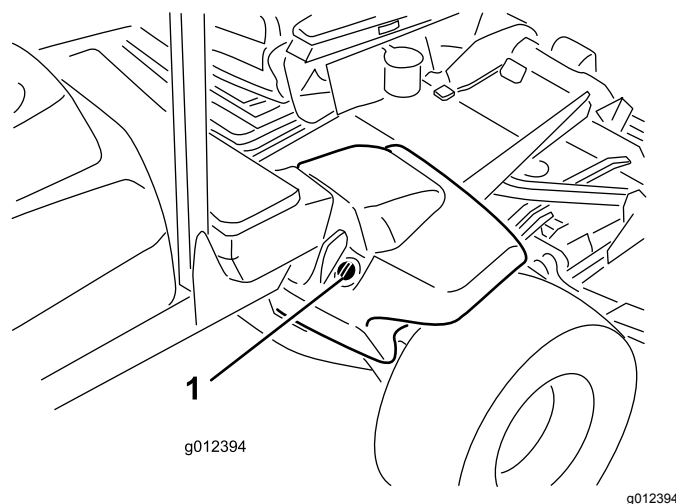

Figura 22
2. Limpe a zona em redor do tubo de enchimento e da tampa do depósito hidráulico (Figura 22).